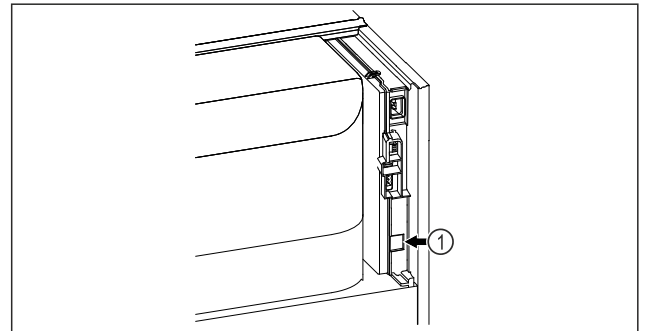

Fig. 85
- Le SmartModule Fig. 85 (1) est installé.